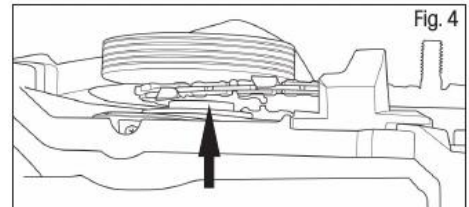

Fig. 4
- ⚠ ATENȚIE!** Asigurați-vă că lanțul este întotdeauna așezat corect în inelul roții de lanț (fig. 4). Dacă nu este așezat corect, fierăstrăul se poate deteriora.